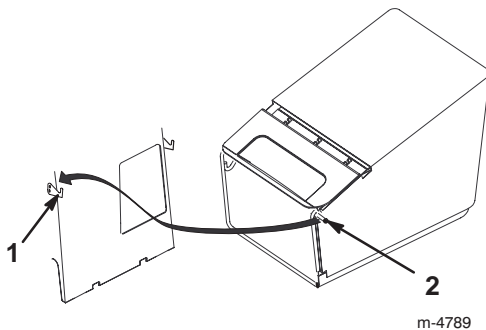

Figura 18
5. Enganche los pasadores de la bolsa de recortes en los ganchos, según muestra la Figura 18.
4. Desenganche los pasadores de la bolsa de recortes de los ganchos y retírelos por el hueco, según muestra la Figura 18.